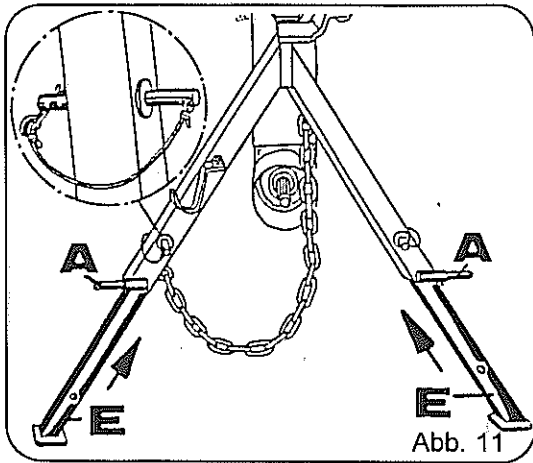

Abb. 11
Zum Transport wird der Großschwader in die Unterlenker des Schleppers eingehängt (Abb. 11 bzw. 12, Pos. A). Nach dem Anheben der Unterlenker mit der Dreipunkt-hydraulik wird dann
nach Abb. 11 die Abstellstützen (Pos. E) in den Tragbock eingeschoben, mit den Bolzen abgesteckt und mit Federstecker gesichert
- Abstellstützen (Abb. 23, Pos. E) bzw. Abstellstütze (Abb. 23, Pos. N) herausziehen und mit Stecker sichern (siehe auch Seite 12, Abb. 11 und 12).